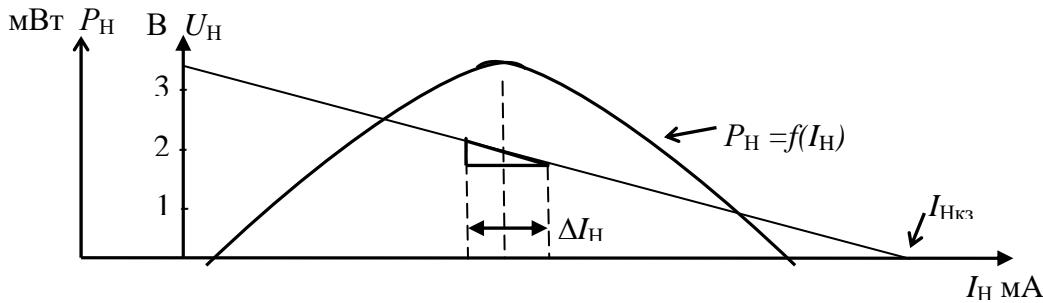

Рис. 3. Примерный вид характеристик
5.3 В тех же координатах постройте график зависимости  $U_H = f(I_H)$ , введя дополнительную ось для напряжения, масштаб которой отличается от масштаба оси по мощности. Около точки на характеристике, соответствующей максимальной мощности, постройте характеристический прямоугольный треугольник. Определите изменения тока  $\Delta I_H$  и напряжения  $\Delta U_H$  рис. 3.
Определите выходное сопротивление источника  $r_0 = \Delta U_H / \Delta I_H$  рис. 3.
5.4 В тех же координатах постройте график зависимости  $P_{ИСТ} = f(I_H)$  (на рис. 3 не показан).